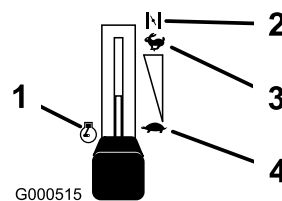

Figure 10
3. Placez la manette d'accélérateur en position Starter pour démarrer à froid (Figure 10).
5. Lorsque le moteur a démarré, amenez progressivement la manette d'accélérateur en position de Haut régime (Figure 10). Si le moteur cale ou hésite, ramenez la manette d'accélérateur en position de Starter pendant quelques secondes. Réglez ensuite la manette d'accélérateur à la position voulue. Répétez l'opération si nécessaire.
1. Placez la manette d'accélérateur en position de Régime maximum (Figure 10).